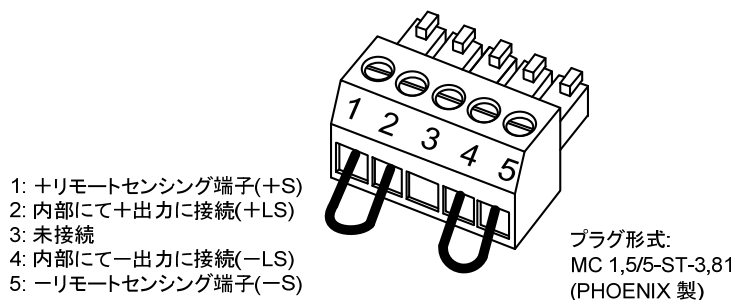

図 2-1 センシング接続の初期設定
(1) 本器が以下の初期設定の状態であることを確認ください。
- ・ センシング接続 : 図 2-1 に示すローカルセンシングの状態